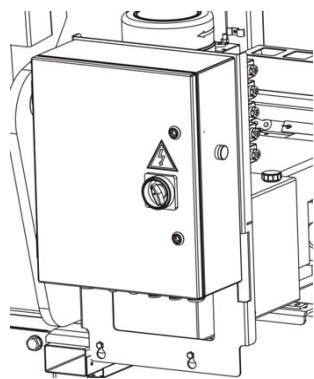
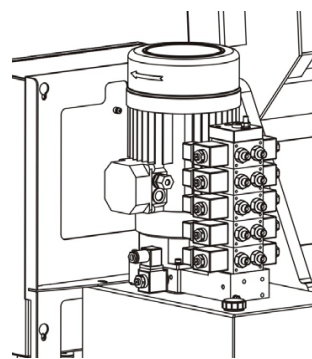

Рисунок 8
Рисунок 9
**8.1.2** Подключить шиномонтажный стенд к сети, действуя главным рубильником 5, (рис. 8) и убедиться, что направление вращения двигателя гидравлического блока соответствует указаниям стрелки 6, (рис. 9).